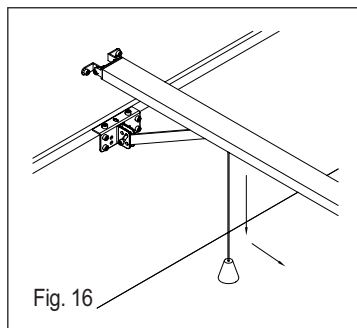

Fig. 16
- tirer d'abord vers le bas puis vers l'opérateur (voir figure 16).